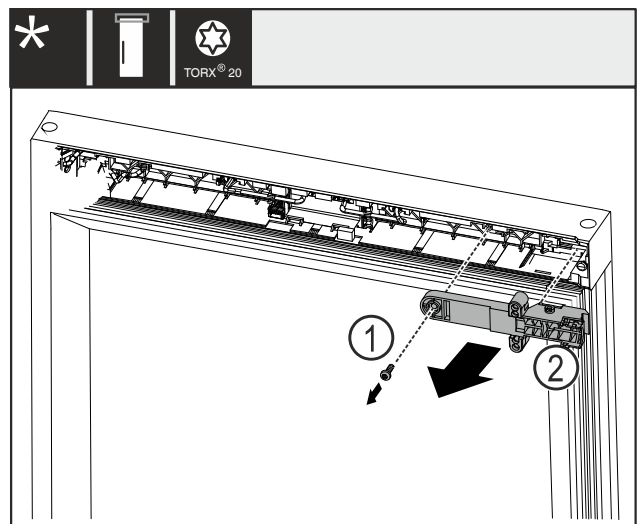

Fig. 25
- Schroef Fig. 25 (1) verwijderen.
- Slothouder Fig. 25 (2) wegnemen.